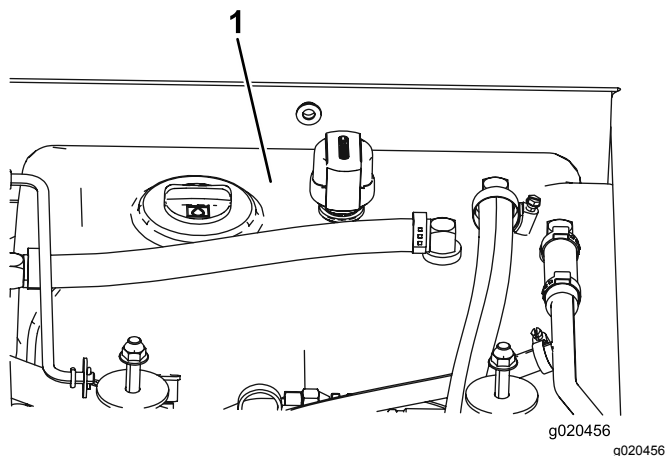

Figura 78
4. Riempite il serbatoio (Figura 78) di fluido idraulico; fate riferimento a Controllo del fluido idraulico (pagina 62).